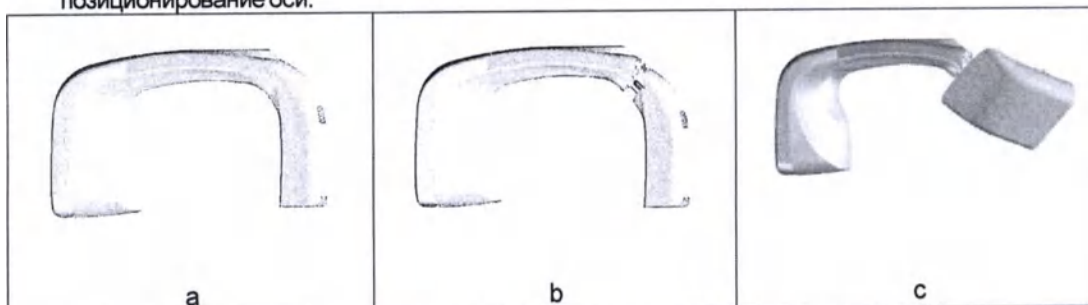

Рисунок 18
4. Нажмите кнопку «>O<» на кнопочной панели; в графическом интерфейсе отобразится следующее сообщение: «*CEPH ENTRY STATUS: OPEN FLAT PANEL*» (СОСТОЯНИЕ АКТИВАЦИИ ЦЕФАЛОСТАТА: ОТКРОЙТЕ ПЛОСКУЮ ПАНЕЛЬ). Механизм, удерживающий панель захвата трехмерного изображения, будет разблокирован, и детектор трехмерного изображения опустится на несколько сантиметров (рис. 18).
5. Поворачивайте панель захвата трехмерного изображения против часовой стрелки (рис. 18) до щелчка, чтобы зафиксировать. Через секунду система автоматически выполнит позиционирование оси.